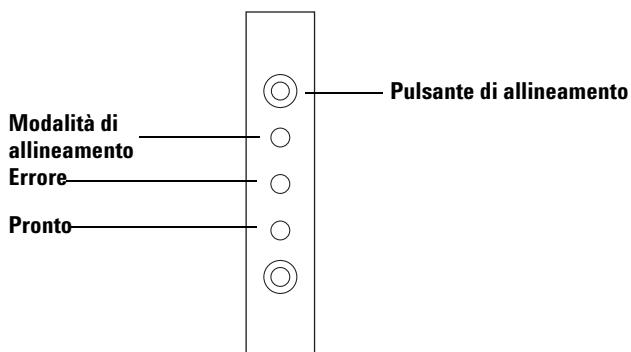

Figura 72 Allineamento dell'iniettore
- 4** Tramite un oggetto sottile e allungato, premere il pulsante incassato dell'allineamento, sopra alle spie dell'indicatore. Evitare il contatto con qualsiasi componente dietro o intorno al pulsante all'interno del foro incassato (**Figura 72**).